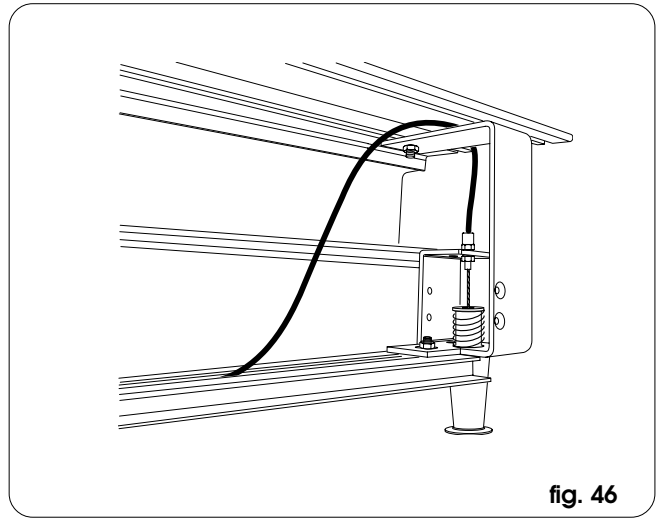

fig. 46
- Tense el hilo de acero hasta que la grapa de sujeción tope internamente con el pomo (fig. 46).